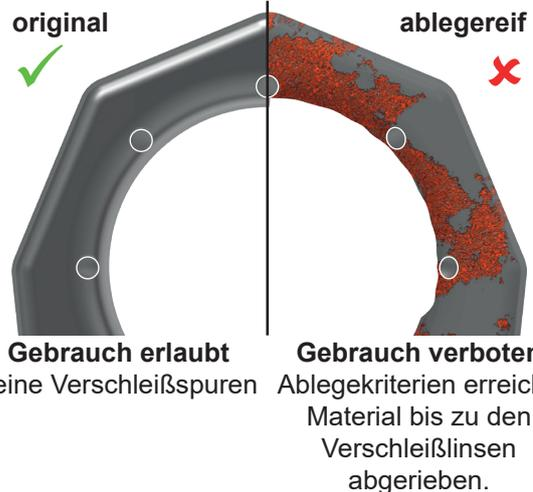

Abb. 3: Verschleißmarkierungen
- Kontrollieren Sie sorgfältig die Verschleißmarkierungen des Anschlagpunktes (siehe Abb. 3):